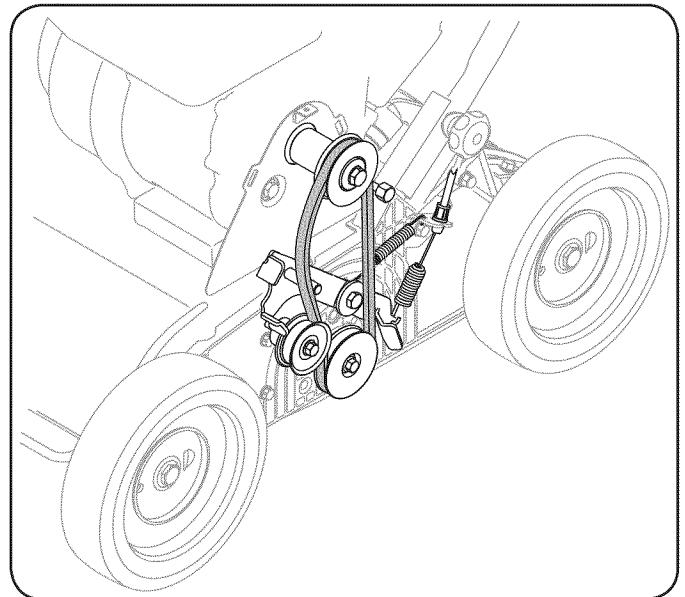

Figura 17
1. Coloque la correa alrededor de ambas poleas. Vea la Figura 17.